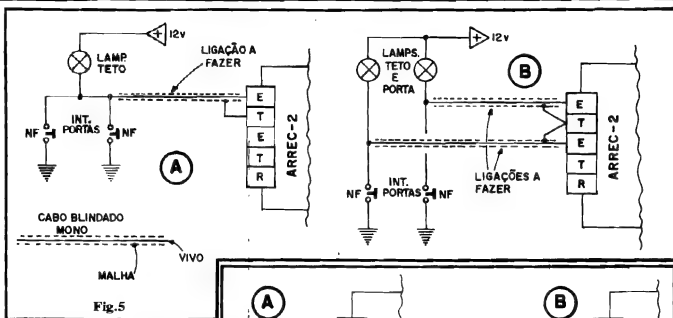

Fig. 5
- Se o cabo do dito botão de REARMAR tiver que ser estabelecido num percurso muito longo, passando por sobre outras fiações já existentes no sistema elétrico do veículo, podemos proteger a sua instalação contra a captação de pulsos interferentes, simplesmente efetuando-a também com um condutor blindado mono (como foi sugerido para as Entradas de disparo, na fig. 5...). No caso, observar bem as necessárias ligações à malha do dito cabo blindado, tanto a um dos terminais do push-button quanto ao terminal "T" da barra de conectores do ARREC-II...